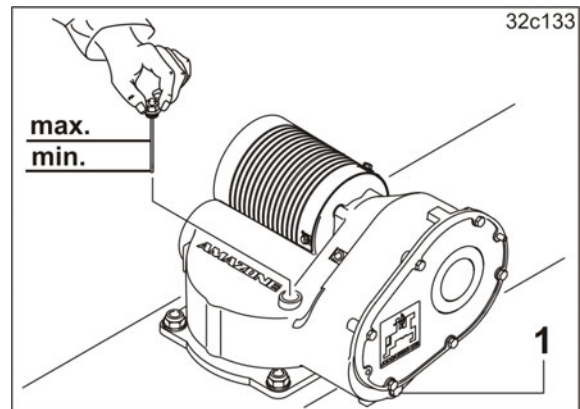

Fig. 179
2. Soltar el tornillo de purga de aceite (Fig. 179/1).